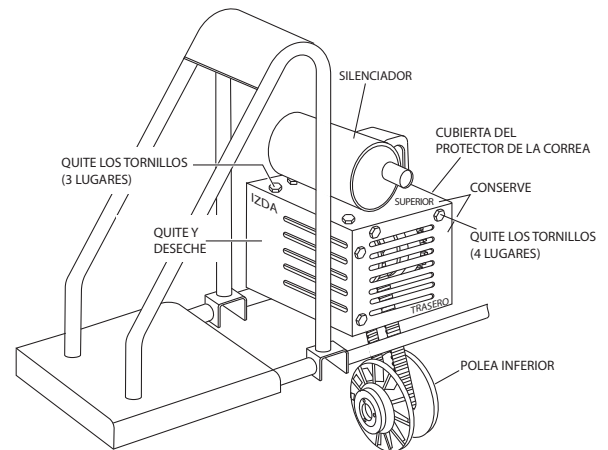

Figura 7. Retirada del protector de la correa
1. Quite la tornillería de retención que sujeta el panel del protector de la correa izquierda. Quite el panel y deséchelo. Este artículo no se usará en el rearmado. Consulte la Figura 7